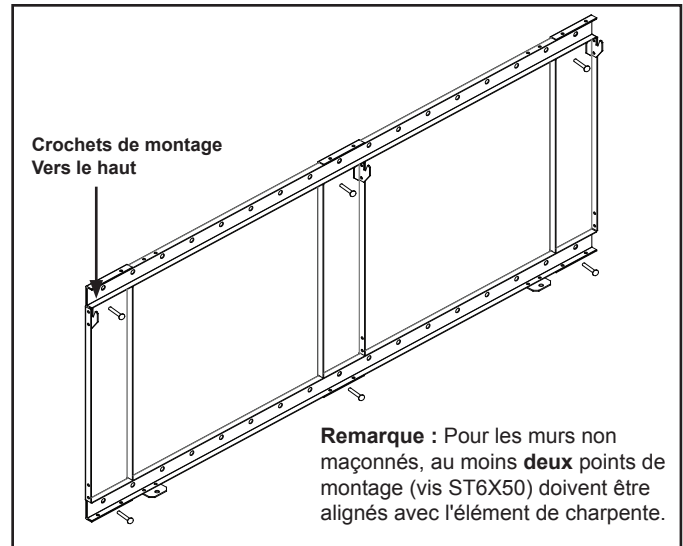

Figure 4.13 Fixation des supports
- Aux endroits où il y a un élément de charpente en bois ou en métal, la vis ST6X50 peut être installée directement dans cet élément structurel. Voir la figure 4.13.
- Avec les crochets de montage pointés vers le haut, fixez le support aux ancrages de maçonnerie avec des vis ST6X50. Voir la figure 4.13.